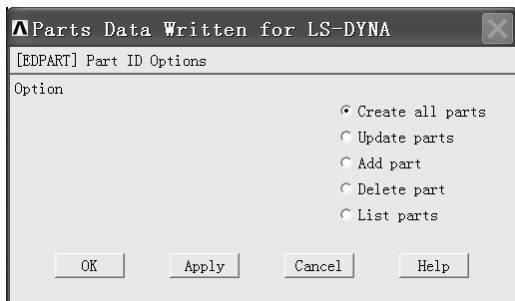

图 4-20 “Parts Data Written for LS-DYNA”窗口
(1) 依次选择 Main Menu>Preprocessor>LS-DYNA Options>Parts Options, 弹出“Parts Data Written for LS-DYNA”窗口(见图 4-20)。